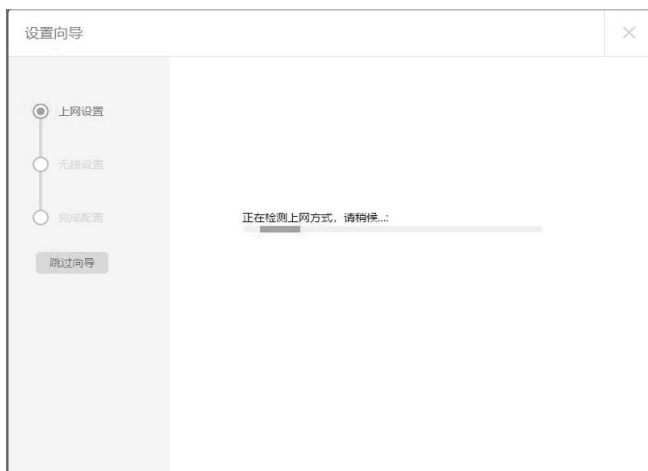

图4-3 上网方式检测界面
3. 登录后会进入设置向导界面进行上网方式检测，如图4-3所示。软件会根据当前接入的WAN口，自动探测当前WAN口接入状态。